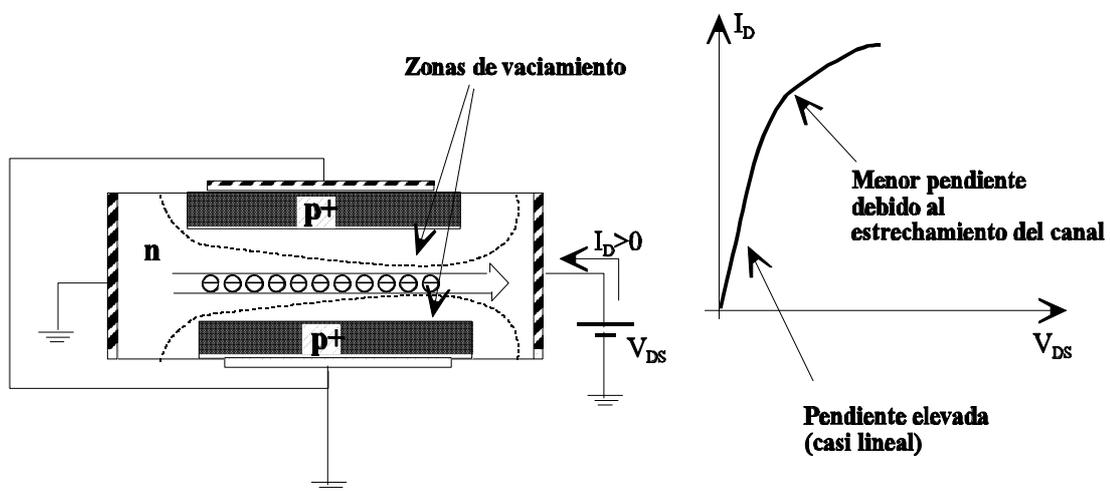

Figura 2.6 Variación de la corriente de drenador para tensiones V_{DS} inferiores a las que producen el estrangulamiento del canal.
- Para $V_{DS} \geq 0$, pero inferiores a la que produce el estrangulamiento del canal.** A medida que se incremente V_{DS} la sección transversal del canal disminuye y con ello R_{DS} aumenta. Observando la ecuación <2.6> se puede ver que ante $\Delta V_{DS} > 0$ se producen $\Delta I_D > 0$, que para I_D pequeñas e ΔR_{DS} pequeñas (lo que sucede para V_{DS} próximas a cero, recuérdese que si $R = K/A$, entonces $\Delta R/\Delta A = -K/A^2$, donde A representa la sección transversal del material) la variación de I_D con V_{DS} es casi lineal. A medida que se incrementa V_{DS} , tanto I_D como ΔR_{DS} y R_{DS} tienen valores más elevados lo que significa que para un mismo ΔV_{DS} , ΔI_D es menor. Esta situación se muestra en la figura 2.6.